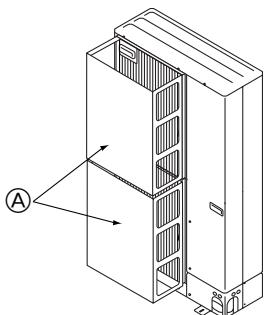

Fig. 2-15
- ① Τοποθετήστε έναν προαιρετικό οδηγό αέρα, εάν πρόκειται να εγκαταστήσετε τη μονάδα σε σημείο όπου υπάρχει ενδεχόμενο να φυσούν απευθείας στα στόμια εξαγωγής του αέρα πολύ δυνατοί ανέμοι κτλ. (Fig. 2-15)